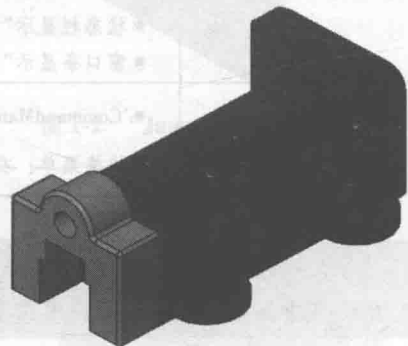

图 1-5 编辑零件
**步骤4 编辑零件** 单击 Base1 组件, 然后单击【编辑零部件】, 如图 1-5 所示。